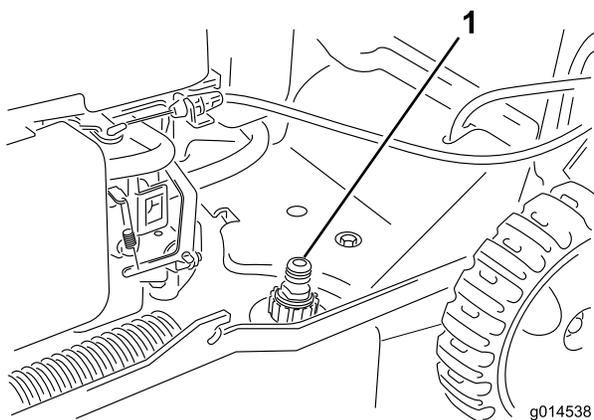

Figure 27
3. Branchez un tuyau d'arrosage, relié à une arrivée d'eau, à l'embout de lavage du carter de la tondeuse (Figure 27).